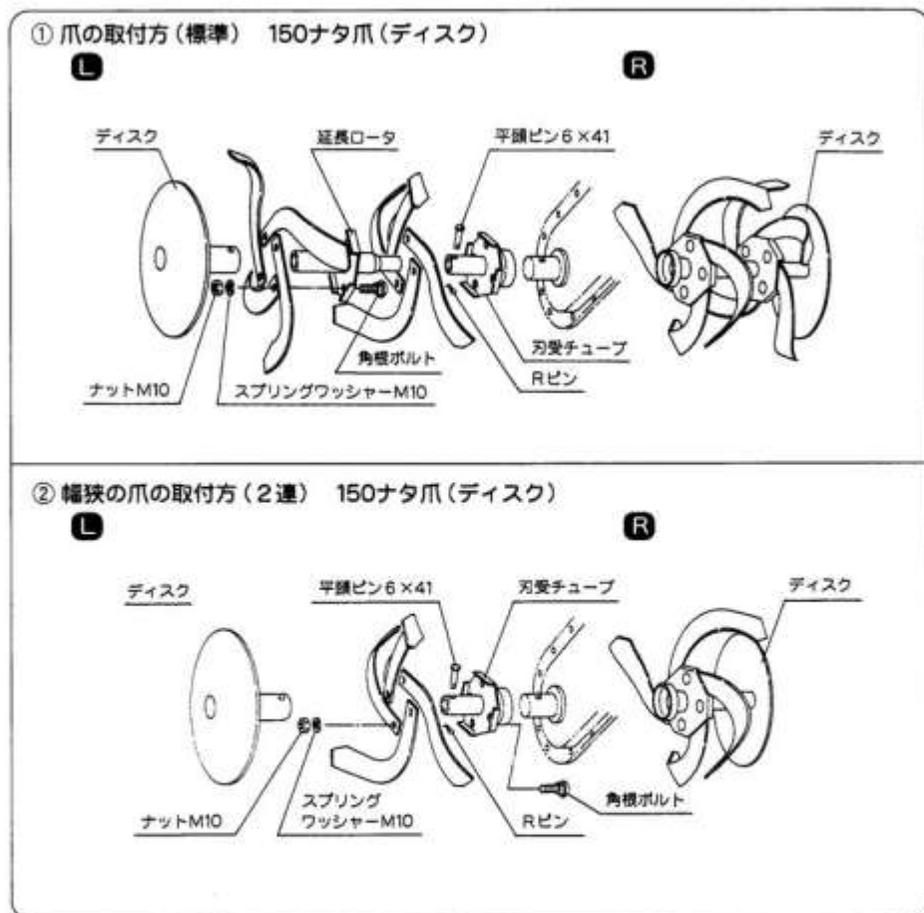
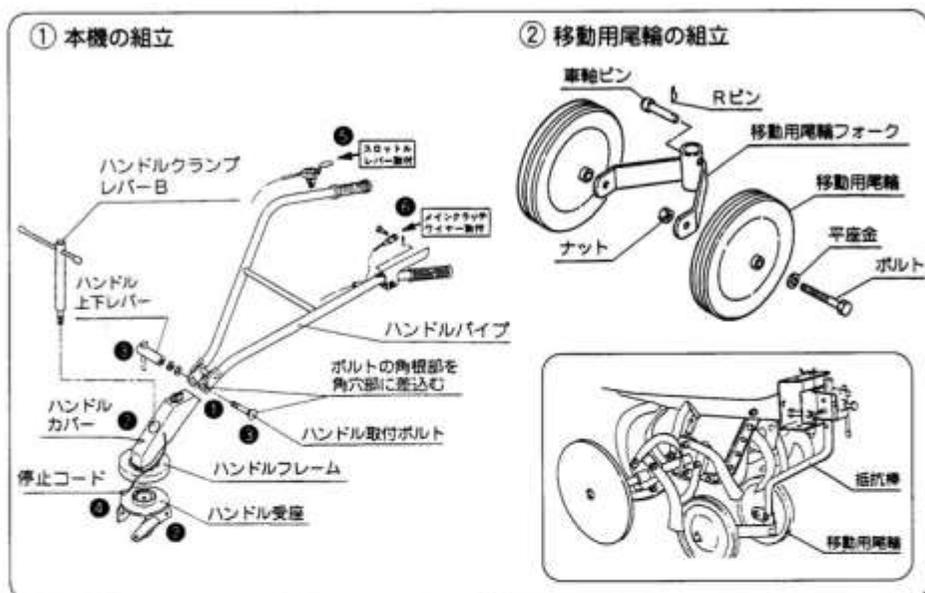

図2
図3
- 爪は向きと回転方向を確認して、上図(図2-①)のように取付けてください。
- 作業幅30cmのときには、上図(図2-②)のように取付けてください。
1) 本機の組立 (図3-①)
- ① ハンドルパイプをハンドルフレームに差込む。(図3-①)
- ② ハンドル受座にハンドルフレームとハンドルカバーをのせ、ハンドルクランプレバーBを締付けて固定する。
- ③ ハンドル取付ボルトを角穴に合わせて差込み、ハンドル上下レバーを締付ける。
- ④ 停止コードをエンジン側の停止コード(オスギボシ)に差込む。
- ⑤ スロットルレバーをハンドルパイプ右側に取付ける。
- ⑥ テンションワイヤをハンドル左側の主クラッチレバーに取付ける。
- ⑦ 150ナタ爪カンをそれぞれ左右の車軸にセットする。(図2)
2) 移動用尾輪の組立 (図3-②)
移動用尾輪は(図3-②)のように取付けます。移動用尾輪が爪に当たるときはロータ爪を当たらぬ位置まで回してください。